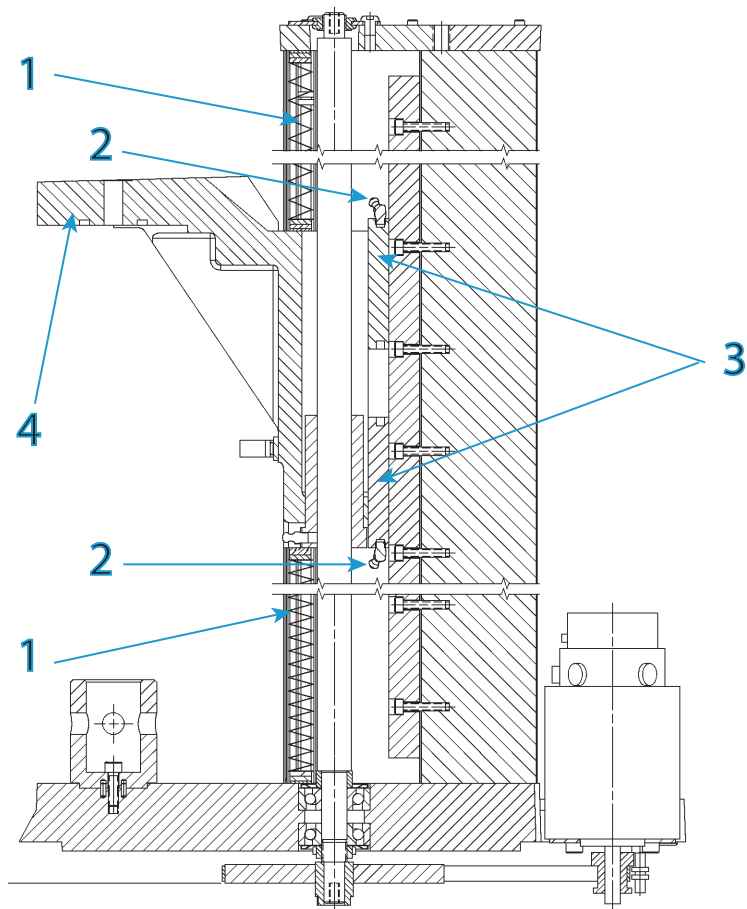

Figura 23. Lubrificazione carrelli guida lineari
Legenda per Figura 23
1. Accertarsi che l'interruttore di alimentazione sia in posizione Off (0) e scollegare il cavo dall'alimentazione. Verificare che nessun LED sia illuminato sul pannello indicatore.
6. Scollegare i coperchi delle viti a ricircolo di sfere dalla traversa e farli scorrere dalla traversa. Vedere la Figura 23 a pagina 130 per individuare l'ingrassatore su ogni carrello.